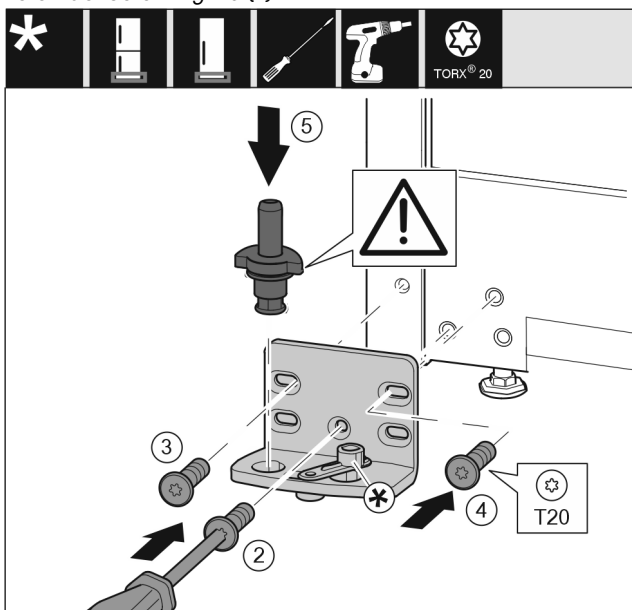

Fig. 17
- Monter lagerbukken på den andre siden, og skru den på med en skrutrekker T20. Begynn med skrue 2 nederst i midten. *Fig. 17 (2)*
- Skru fast skrue 3 og 4. *Fig. 17 (3,4)*
- Sett lagerbolten fullstendig på. Pass samtidig på at låsebolten peker bakover. *Fig. 17 (5)*